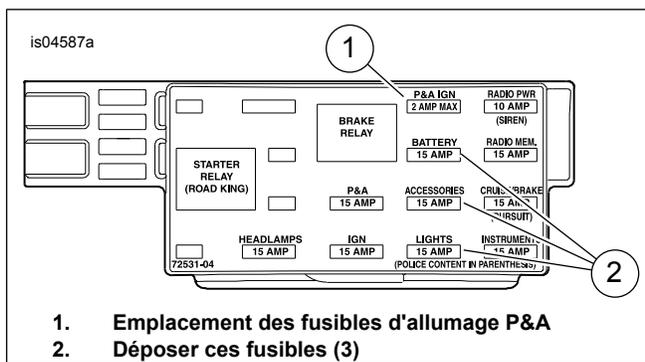

Figure 10. Cavité de fusible d'allumage P&A (modèles Touring de 2004 à 2007)
3. **Modèles de 2004 à 2007** : Voir Figure 10. Repérer la cavité de fusible marquée « P&A IGN », « 2 AMP MAX » (1). Il y a une borne seulement sur un côté de cette cavité. Retirer les trois fusibles (2) présentement en place dans cette rangée, tout en notant leur emplacement.
2. Prendre le fil adaptateur orange/blanc (11) du bloc fusibles dans le kit. Bien noter la borne à chaque extrémité (voir Figure 10, **vue supérieure**). Seule la borne **AVEC les languettes à ressort** convient à la cavité de fusible. Couper avec soin la borne **SANS** les languettes à ressort du fil et la jeter.